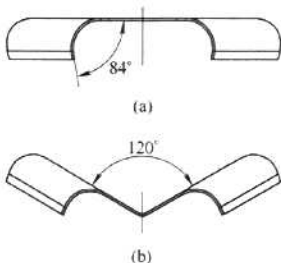

图 2
(1) 方法一 如图2所示，先成形两侧84°，半径11mm的V形；然后再成形中间的120°，半径3mm的V形。这样成形，两侧的折弯受力均匀，但需要两套弯曲模才能完成。而且84°形成了一个负锥角，工件成形和脱模会有困难。